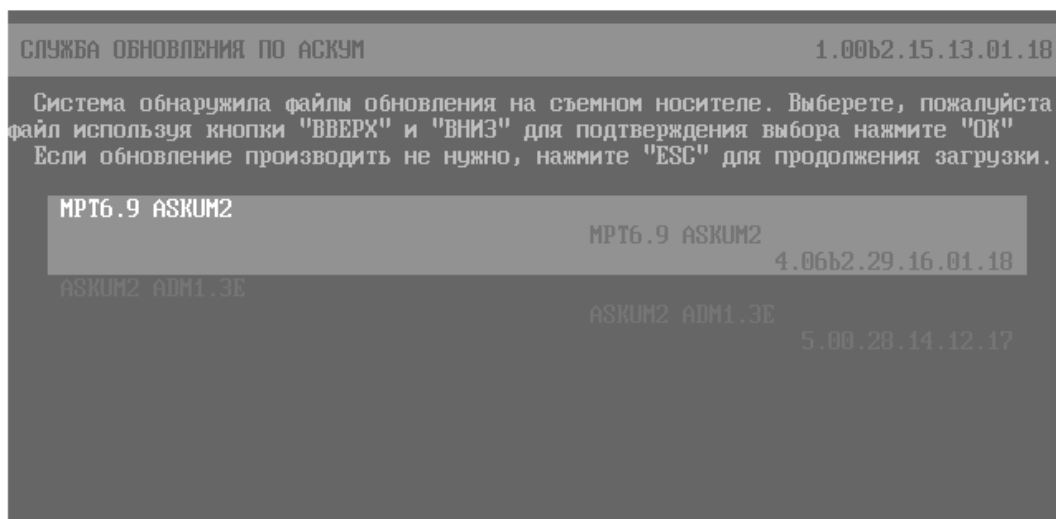

Рис. 7.7.1 – окно выбора прошивок для мониторов и блока БКС.
3. При наличии прошивок системы появится диалоговое окно (Рис. 7.7.1) с возможностью выбора необходимой прошивки. В течении 10 секунд необходимо начать выбор нужной прошивки для данной путевой машины с помощью кнопок монитора “ВВЕРХ” “ВНИЗ” и подтвердить выбор нажатием кнопки “ОК”. При успешном выборе прошивки начнется разархивирование копирование обновления в память монитора.